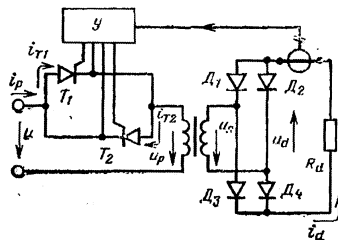

Рис. 4. Однофазный мостовой выпрямитель с регулированием выпрямленного напряжения прерывателем «тиристор – тиристор» со стороны сетевой обмотки трансформатора.
7. Выпрямитель высокого напряжения, который может регулироваться при помощи прерывателя переменного тока со схемой соединений «тиристор – тиристор», включенного на сетевой стороне трансформатора, работает на активную нагрузку (рис. 4). Активное сопротивление нагрузки R_d изменяется в диапазоне $6,1 < R_d < 10 \text{ кОм}$. Среднее значение тока нагрузки поддерживается постоянным ($I_d = 2 \text{ А}$) при помощи регулятора $У$. Коэффициент трансформации трансформатора, питающего выпрямитель, должен быть выбран так, чтобы угол управления α , соответствующий максимальному сопротивлению нагрузки, был равен нулю. Напряжение сети $U_p = 220 \text{ В}$. Трансформатор идеальный. Определить диапазон углов управления тиристорами и найти в этом диапазоне угол при котором потери в тиристорах достигают наибольшего значения.